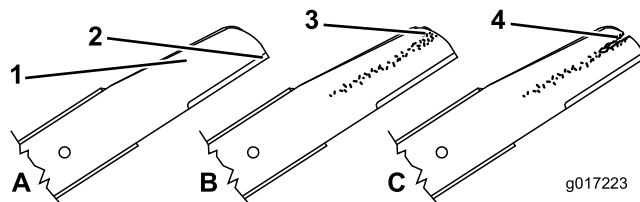

Figura 41
1. Controllate i taglienti (Figura 41). Se i taglienti non sono affilati o presentano intaccature, togliete le lame ed affilatele o sostituitele.
2. Controllate le lame stesse, in particolare l'area curva (Figura 41). In caso di danni, usura o scanalature nell'area (Figura 41), sostituite immediatamente con una nuova lama.